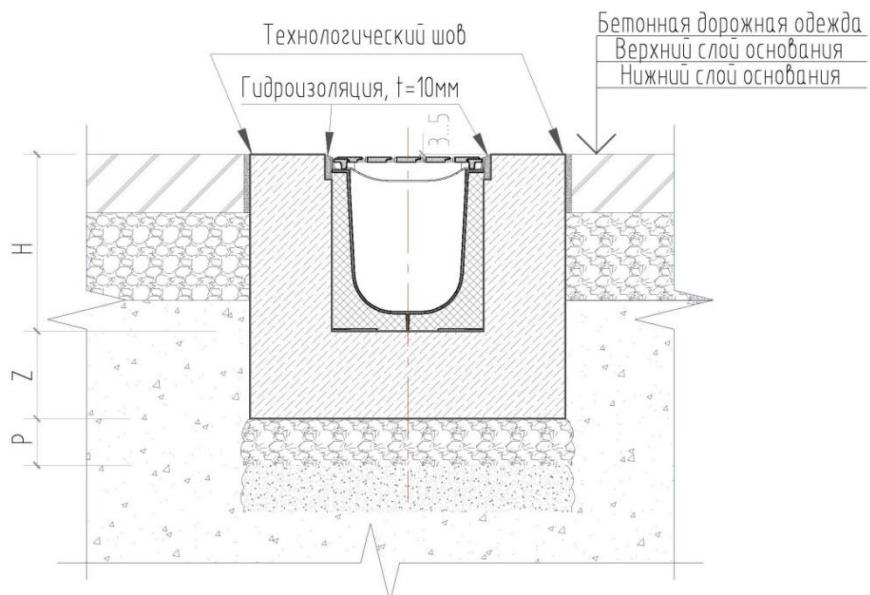

Рис. 8 – Монтаж пластиковых лотков с бетонным покрытием для высоких классов нагрузки от D400 до E600.
- для зон с повышенной нагрузкой классов от D400 до Е600 лоток бетонируется на всю высоту с учетом усиленной планки, выполняется гравийная подсыпка (рис. 8);.
- при устройстве бетонного или асфальтового покрытия – устраивается технологический шов, $t=10$ мм. – герметик, шнур, мастика / пенополиэтиленовая прокладка / битумная мастика, в зависимости от нагрузки (рис. 8).